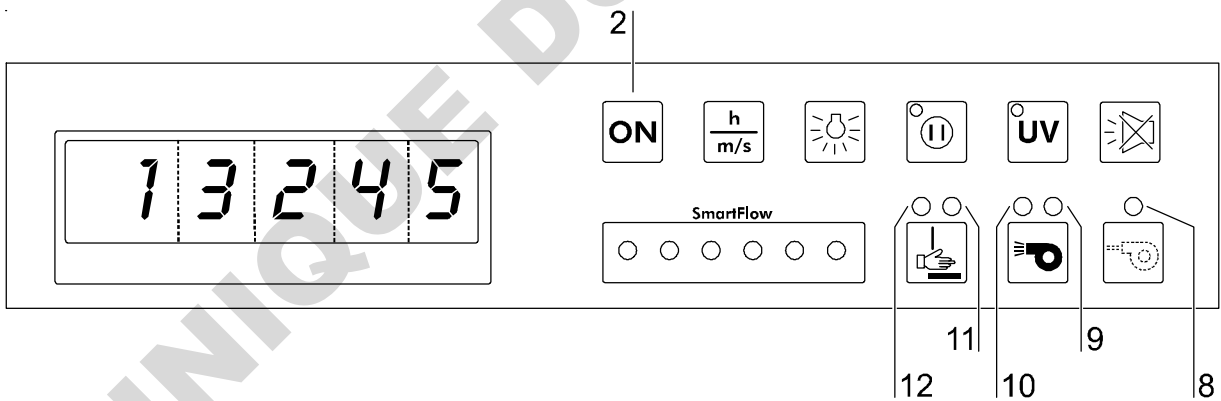

Fig. 14
1. **Fig. 14** : Mettre l'appareil en marche, tenir la touche **ON** [2] appuyée :